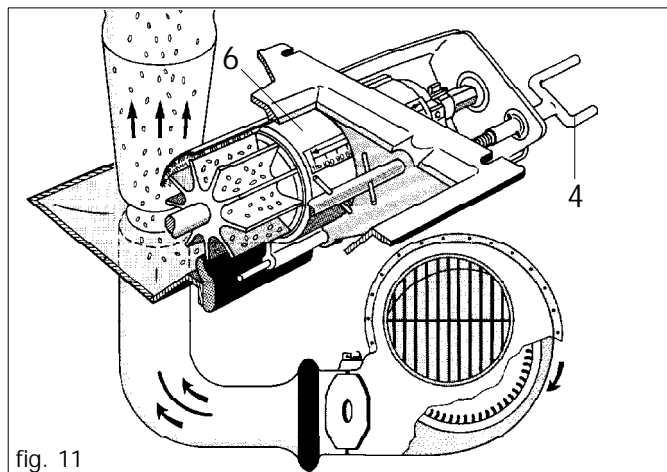

fig. 11
Die pro Hektar auszustreuende Saatgutmenge wird mittels des Dosiergerätes (Abb. 11) eingestellt, indem der Schieber (6) mittels des Schraubzapfens (4) verschoben wird. Die Positionen der Dosierskala entsprechen den Werten der Einstellungstabelle in der linken Spalte (Siehe Tabelle pag. 60-61).